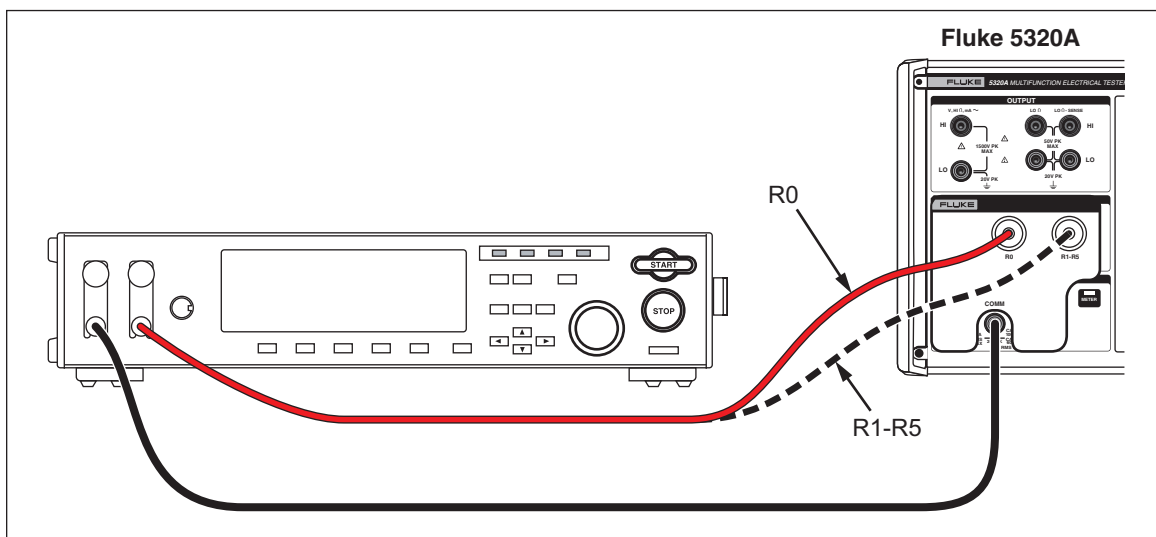

图7-11.在台架接地导通电阻测试仪上进行接地导通电阻校准
6. 如图7-11所示，将 UUT 连接到 GBR 适配器的 R0 或 R1-R5 端子和 COM 端子。